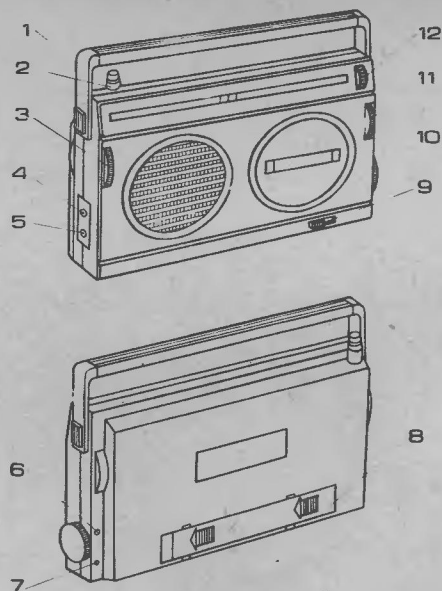

Рис.1. Внешний вид приемника
Расположение и назначение элементов управления приемника показаны на рис.1.
4.5. В модели РП-203-1 в качестве внешнего источника питания может быть использован любой источник постоянного тока напряжением 6 В, имеющий штеккер для присоединения к гнезду 6 В (рис.1, поз.5).
Прием радиостанций в диапазоне КВ ведется на телескопическую антенну (рис.1, поз.2). Антенна выдвигается сначала за копчадок, затем за каждое звено в отдельности до упора.
Для более точной настройки в КВ диапазонах используется ручка ТОЧНАЯ НАСТРОЙКА КВ (рис.1, поз.12).
Прием радиостанций в ДВ, СВ, КВ диапазонах может быть осуществлен на внешнюю антенну, подключаемую к гнезду (рис.1, поз.6).
5.3. Выключение приемника осуществляется поворотом ручки регулятора громкости (рис.1, поз.3) вверх до щелчка с одновременным совмещением цветных рисок на ручке и корпусе.
- 1.4. Проверьте сохранность пломб на приемнике (рис.1, поз.7) и его комплектность. Приемник с нарушенным пломбированием не принимается на гарантийное обслуживание.